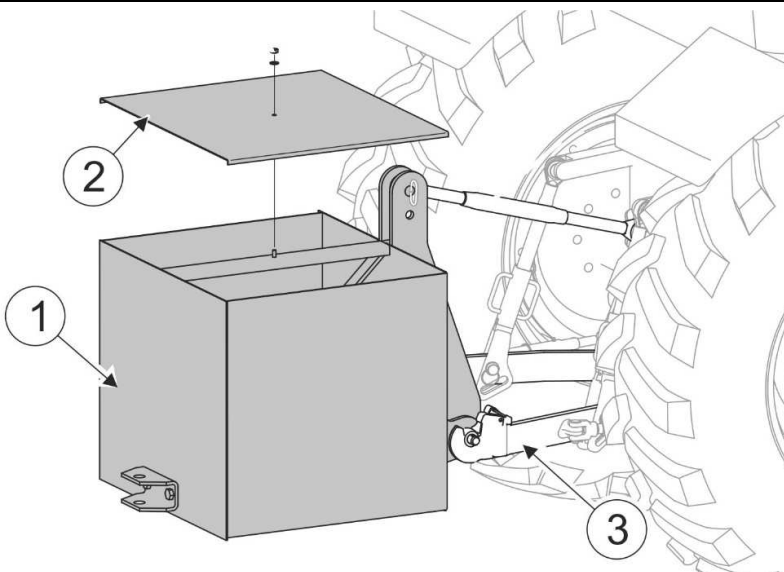

ABBILDUNG 4.1 Gegengewicht an der hinteren Dreipunkthydraulik des Schleppers.
- Den Gegengewichtskasten an der hinteren Dreipunkthydraulik des Schleppers installieren und mit der Ladung min einem Gewicht von mind. 700 kg (ABBILDUNG 4.1) beladen.